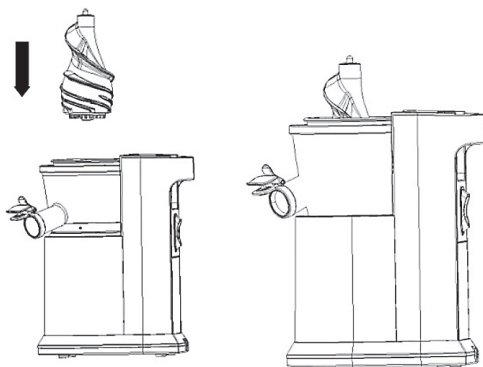

Рис. 3
3. Установить шнек в середину чаши. (Рисунок 3)